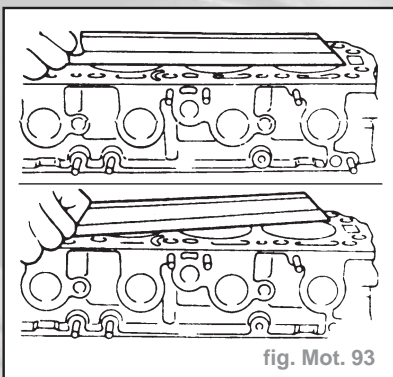

fig. Mot. 93
- Contrôler la planéité dans les sens longitudinal et transversal et le gauchissement en diagonale, utiliser une règle et une jauge d'épaisseur (fig. Mot. 93).